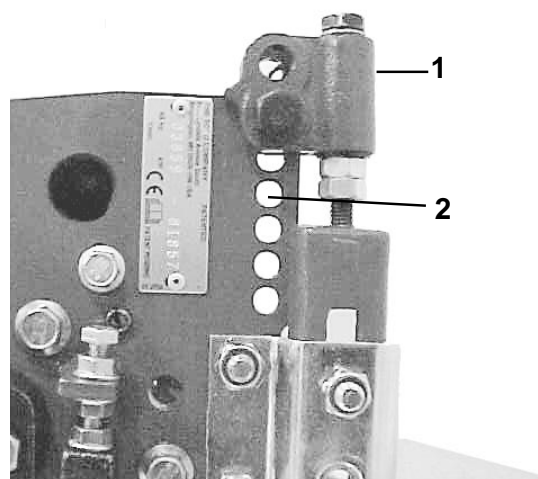

Figure 12
3. Réglez le support arrière et la plaque latérale en vous reportant aux approximations données dans le Tableau 1. Le support arrière se trouve à l'emplacement inférieur ou supérieur et la plaque latérale peut être positionnée dans les trous 1 à 4, le trou 1 étant le trou supérieur (Fig. 12).